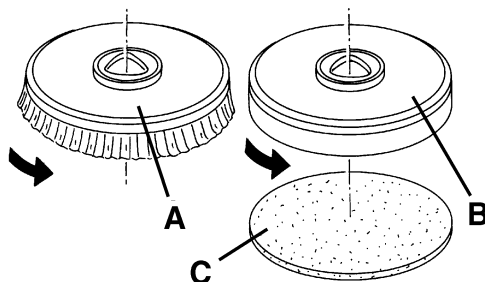

Figure 1
1. Débrancher le câble d'alimentation (3) du réseau électrique.
2. Positionner la brosse (A, Fig. 1) ou le plateau support disque (B) sous la tête (14).
3. Baisser la tête sur la brosse / plateau support disque en appuyant sur la pédale (8).
4. Brancher le câble d'alimentation (3) au réseau électrique.
5. Appuyer sur l'interrupteur (51) pour quelques secondes pour permettre l'engagement de la brosse ou du plateau support disque.